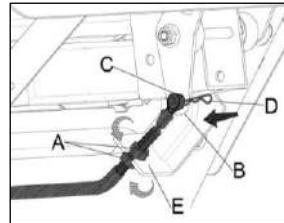

Рис. 12
Перед тем, как вставить конец троса управления крышкой желоба, ослабьте две гайки (A). Закрепите его на стержне (B) с помощью штифта (D), затем затяните две гайки на основании (E), чтобы закрепить трос (Рис. 12).